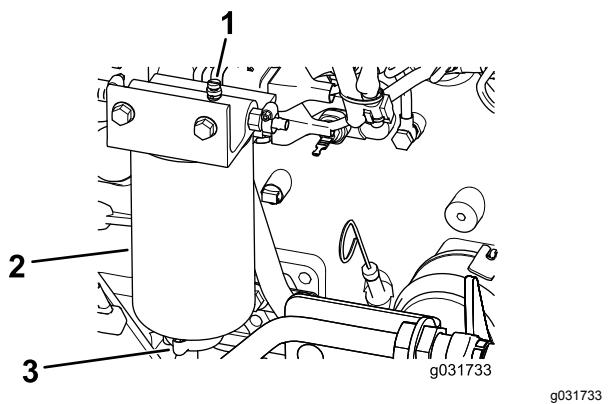

Figura 88
2. Liberte a válvula de escoamento que se encontra na zona inferior do filtro (Figura 88).
2. Drene algum combustível ao desapertar o tampão de ventilação e abra a válvula de drenagem (Figura 88).